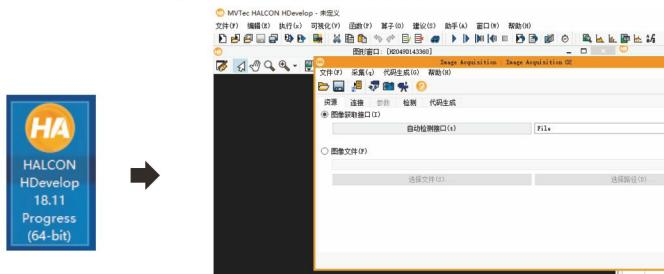

图35 Halcon主界面
- 双击Halcon图标，进入Halcon主界面，如图35。